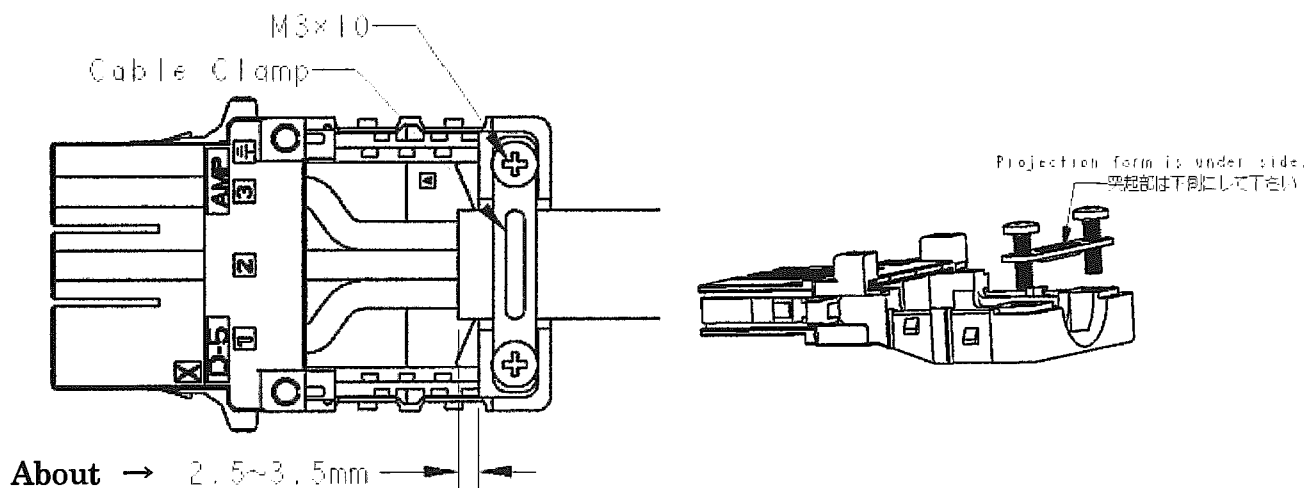

Fig. 4
4) ケーブルの位置決めを行います。ケーブルジャケット端が Fig. 4 の位置に来るように位置決めし、その位置を保持したまま、ケーブルクランプをジャケットの上に被せ、M3×10 バインドビスを締め付けてケーブルをハウジングに固定してください。スクリーナの締め付けトルクは、2.2~2.8kgf·cm 程度としてください。
4) Make the right cable position. At first, set the end of cable to the position in accordance with Fig.4 and with keeping cable. Next, holding this position, put a cable clamp on a jacket binds, and fix a M3×10 bind screw tight on the housing. Please give the bolting torque of a screw as about 2.2 ~2.8kgf·cm.